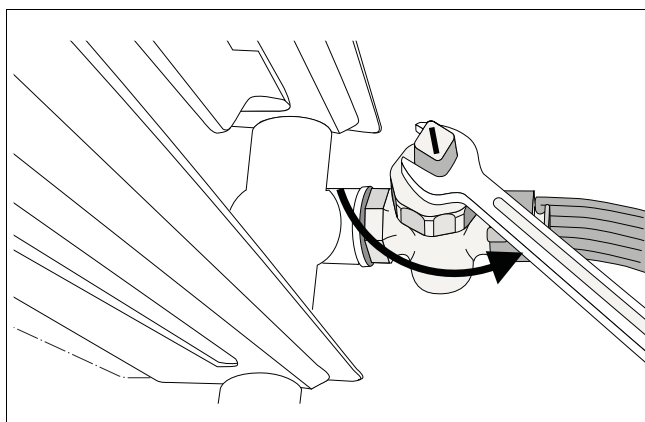

Fig. 94 Aftapning af vand i varmeanlægget
- Dette gøres ved at aftappe kedelvandet på det laveste punkt i varmeanlægget ved hjælp af (kedelpåfyldnings- og tømningshanen) eller radiatoren (fig. 94). Samtidig skal (den automatiske) udlufter på varmeanlæggets højeste punkt være åbnet.